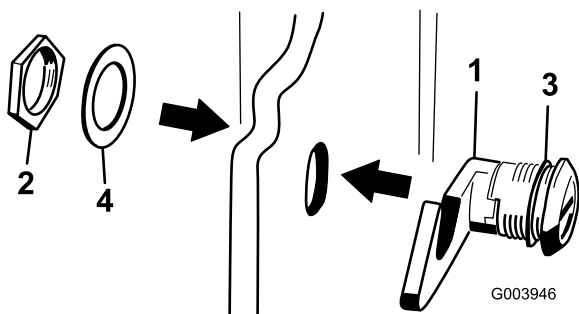

Figura 17
3. Retire a porca do trinco do capot (Figura 17).
4. Fora do capot, insira a extremidade do gancho do trinco através do orifício no capot. Certifique-se de que a anilha vedante em borracha permanece do lado de fora do capot (Figura 17).